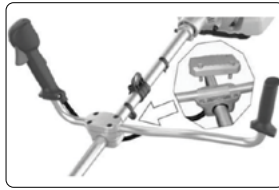

Рис. 5
- Установите на место ручку и верхнюю крышку (рис. 5).